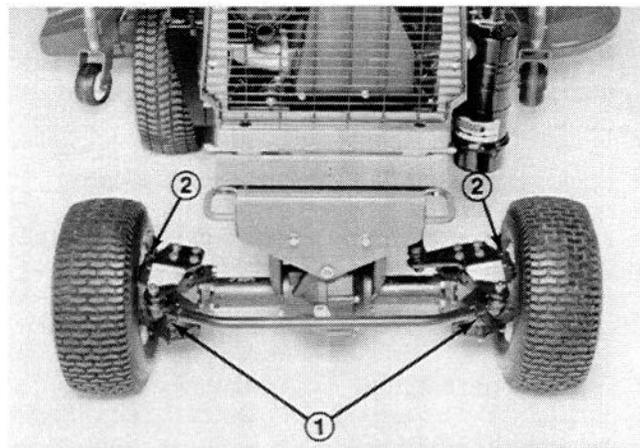

Fig. 5
2. Rimuovere un tappo di controllo da ciascun lato del ponte e verificare che il lubrificante raggiunga la parte inferiore del foro. In caso di basso livello, togliere uno dei bulloni di fissaggio sopra ciascun tappo alle estremità e rabboccare finché il livello del lubrificante raggiunge la base del foro (Fig. 5).